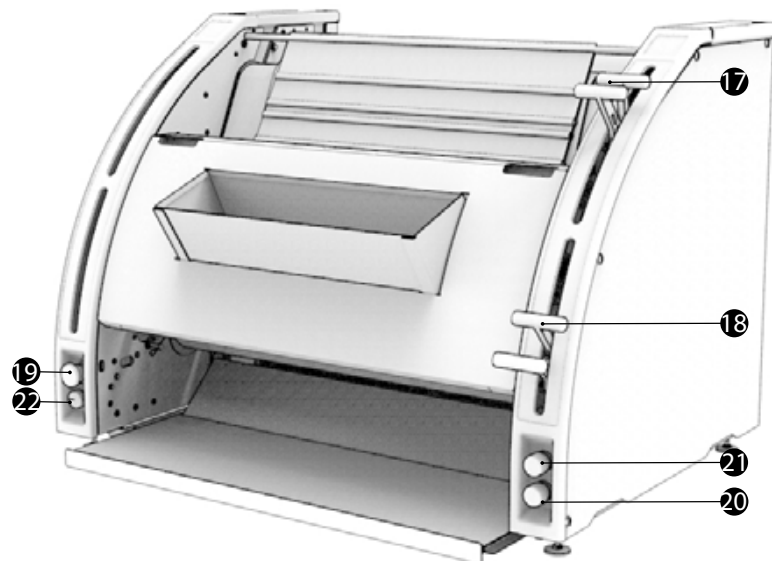

fig.6
- ج. اضغط مجدداً على زر التشغيل (fig.6, n°20).
- و. بعد انتهاء "الخبز المسطح" اضغط على زر الإيقاف الفوري (إيقاف في حالة الطوارئ) (fig.6, n°19, A)، ثم ارفع البُساط حتى الأعلى.
إذا كانت الآلة FORMA مجهزة بتغيّر سرعات اختياري (fig.6, n°22, B)، يُرجى الرجوع إلى خطوات الاستخدام الخاصة بـ TRADI.